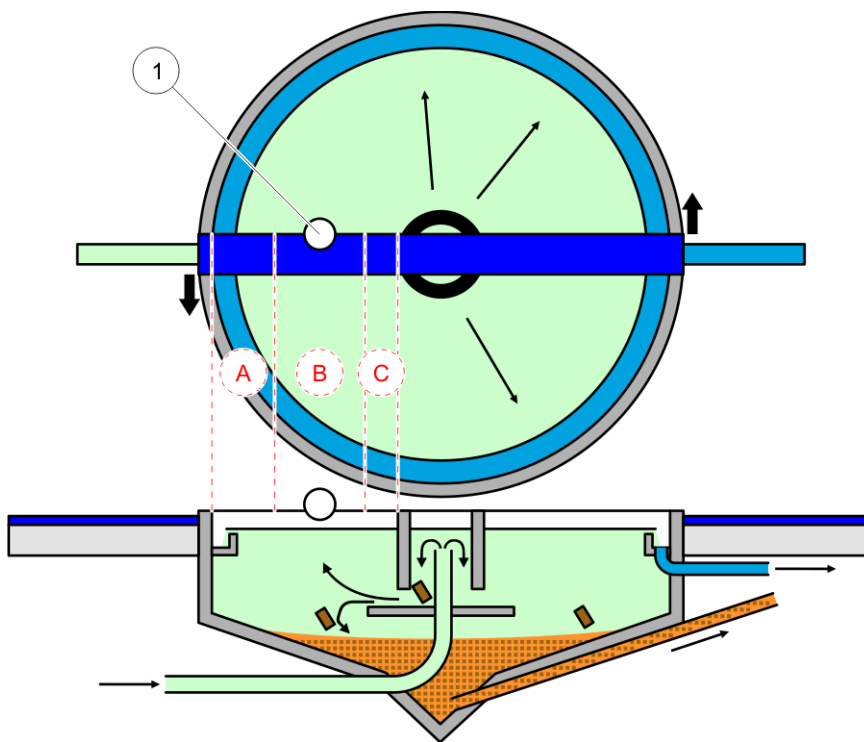
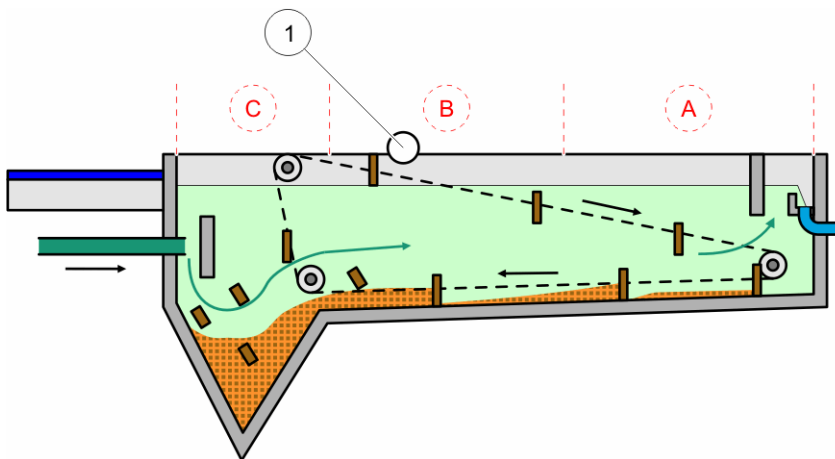

Figura 7 Desenho de um tanque redondo
Figura 8 Desenho de um tanque rectangular
A localização adequada para a medição depende do tipo de tanque. Os gráficos que se seguem mostram exemplos típicos de um tanque redondo e de um rectangular. O ponto (1) nas Figura 7 e Figura 8 é um local de medição adequado.
Nota: Nota sobre a instalação: no que respeita aos tanques redondos com uma ponte com raspadores rotativos, instale a sonda na direcção da rotação na parte de trás da ponte (Figura 7).